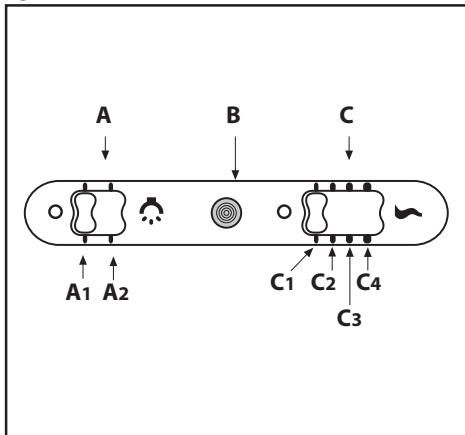

Fig.8
• **Comandi:**(fig.8) **slider** la simbologia è di seguito riportata: